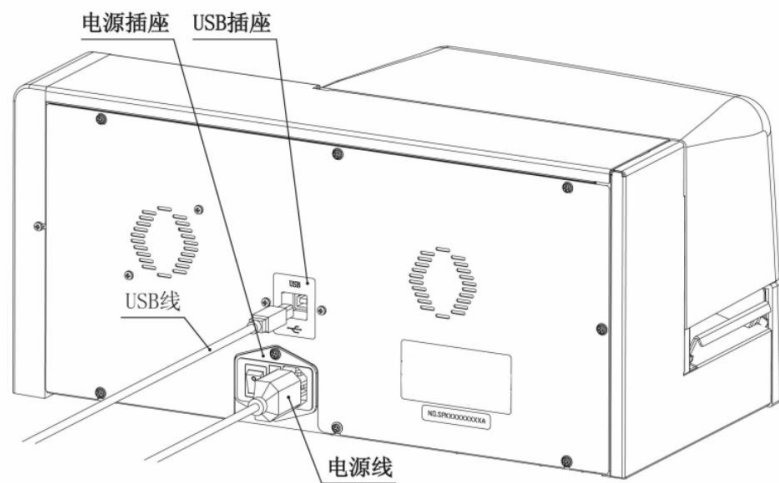

图 5
1. 将随机所附的电源线，一端插入机器后端的电源插座上（如图 5 所示），另一端接到外接电源插座上，且插座必须连接地线：
2. 将随机所附的 USB 线，一端插入机器后端的 USB 插座上，如图 5 所示，另一端接到计算机的 USB 插口上。